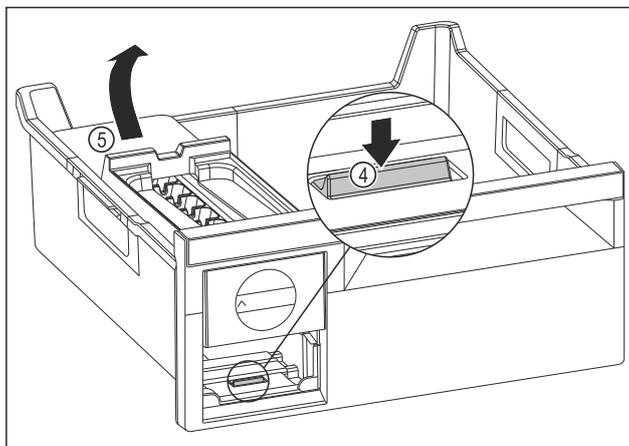

Fig. 143
- ▶ Вийняти корпус EasyTwist-Ice: натиснути накладку Fig. 143 (4) пальцем вниз і одночасно підняти корпус EasyTwist-Ice Fig. 143 (5) ззаду іншою рукою.